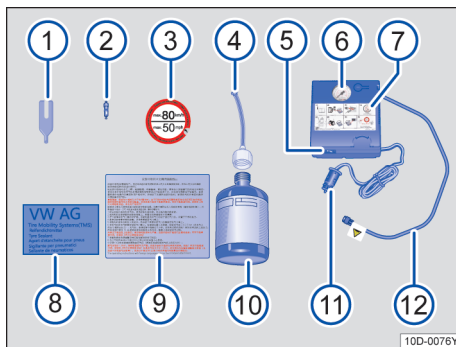

图 144 示意图：轮胎紧急套件的组件
轮胎紧急套件位于行李厢中的地板垫下。它由以下组建构成→ 图 144：
- ✓ 将轮胎紧急套件中的贴纸 → 图 144③ 黏贴到仪表盘上驾驶的视野范围内。
- 用气门芯扳手 → 图 144① 将气门芯从轮胎气门中旋出，然后放置到干净的垫子上。
- 将补胎胶瓶 → 图 144⑩ 用力来回摇晃几下。
- 将充气软管 → 图 144④ 顺时针方向牢固拧到补胎胶瓶上。封盖上的薄膜自动刺穿。
- 除去充气软管 → 图 144④ 的封盖，将开放端完全插到轮胎气门上。
- 将气门芯用气门芯扳手 → 图 144① 重新旋入轮胎气门中。
- 将空气压缩机的轮胎充气软管 → 图 144⑫ 牢固拧到轮胎气门上。
- 将电缆插头 → 图 144⑪ 插入 12V 电源插座中 → 第 123 页。
- 打开空气压缩机 → 图 144⑤。
重新连接轮胎充气软管→图 144②，然后在胎压表 ⑦ 上读取胎压。